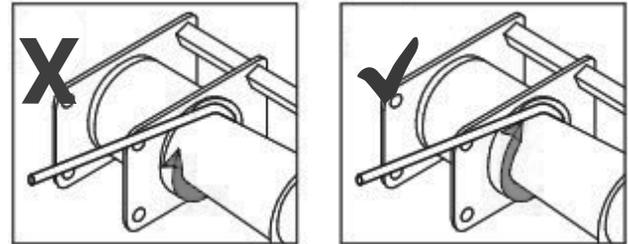

Figure 3 : Position adéquate de la rampe pour corde
14. Ajuster la rampe pour corde de manière à ce qu'elle touche la corde à son entrée dans le cabestan. (Fig. 3)